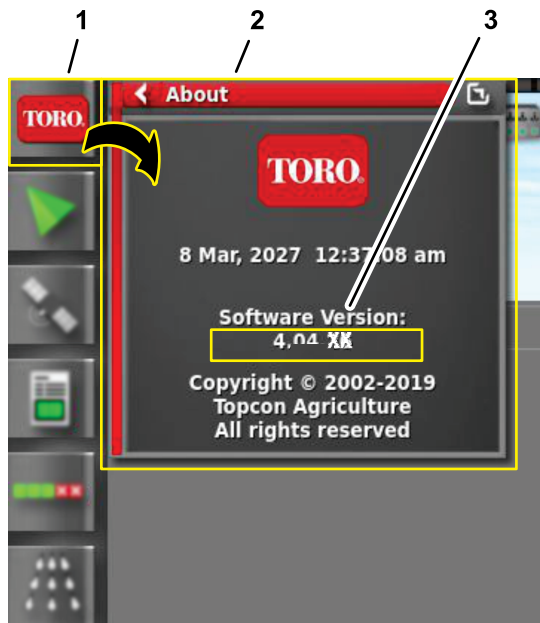

Bild 158
2. Tippen Sie auf das Symbol ÜBER (Toro) oben in der linken Ecke des Bildschirms (Bild 158).